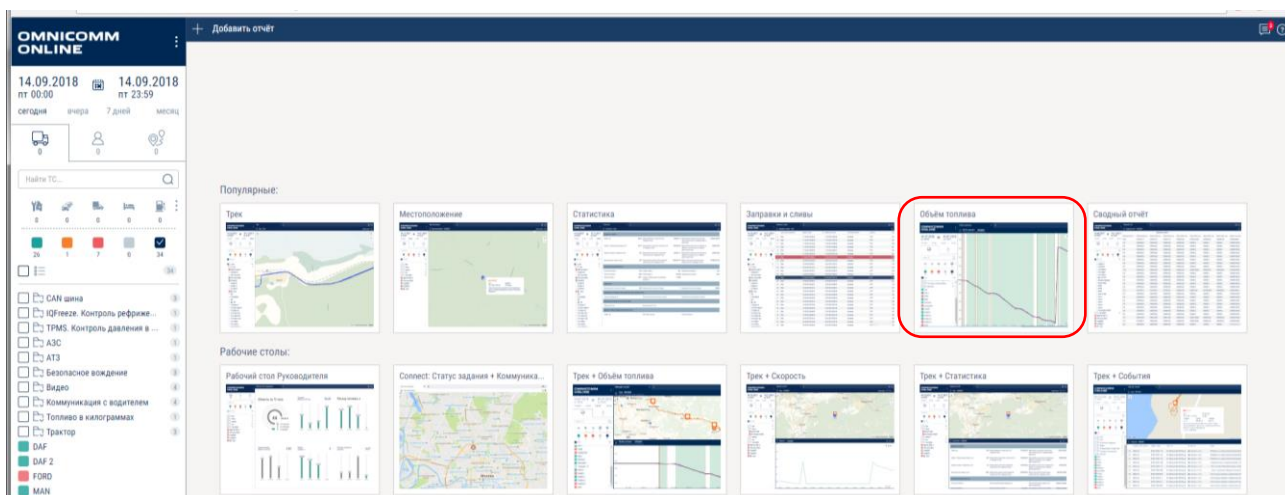

Рисунок 1.24 – Выбор вкладки **Объем топлива**
18. Перейдите во вкладку **Объем топлива** (рисунок 1.24).